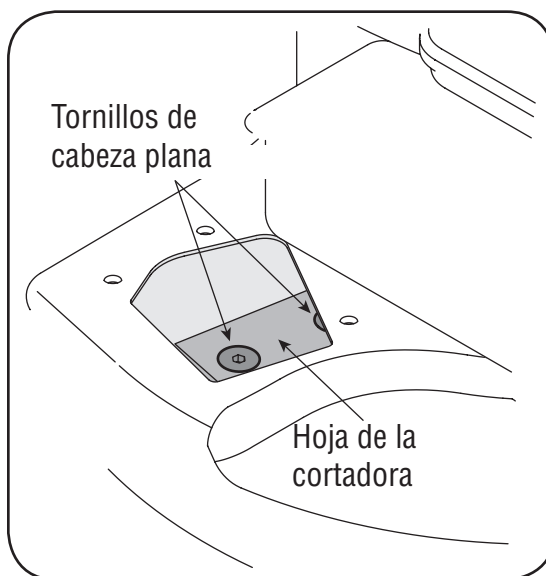

Figura 5-7
- Mediante una llave Allen de 3/16", retire los tornillos de cabeza plana que sujetan la hoja de la cortadora al motor. Dichos tornillos son accesibles a través de la abertura que se creó cuando retiró el canal de la cortadora anteriormente. Vea la figura 5-7.